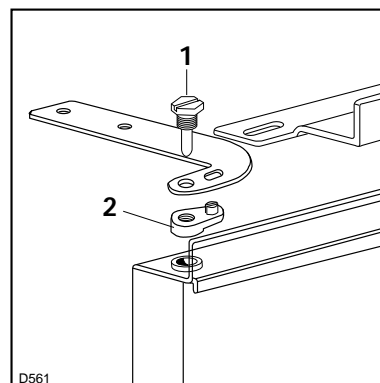

Abb. 2
Die auf der linken Seite des Gerätes montierten Scharnierstifte (1), obere und untere Kunststoffteile (2) und das Sicherungsblech (4) entfernen (Abb. 2). Das Kunststoffteil (3-Abb. 3) abnehmen.